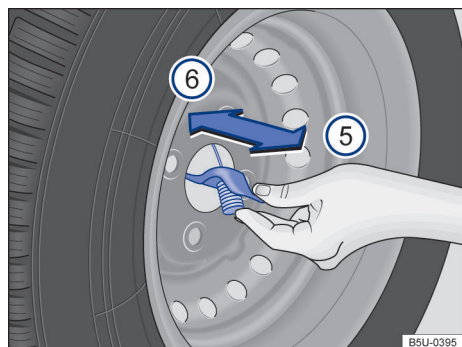

Fig. 166 En la rueda de emergencia: retirar el cable de la rueda de emergencia.
- Colocar la rueda de emergencia en posición vertical → fig. 166.
- Retirar el gancho del orificio central de la rueda, en el sentido de la flecha ⑥.
- Introducir el gancho por el orificio central de la rueda, en el sentido de la flecha → fig. 166 ⑤.